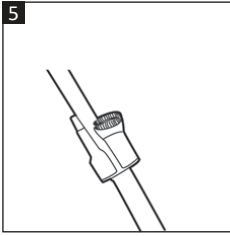

Рис. 5
- Тримач для аксесуарів (3) можна закріпити на телескопічній трубі (19), щоб насадки були під рукою під час прибирання (рис. 5).